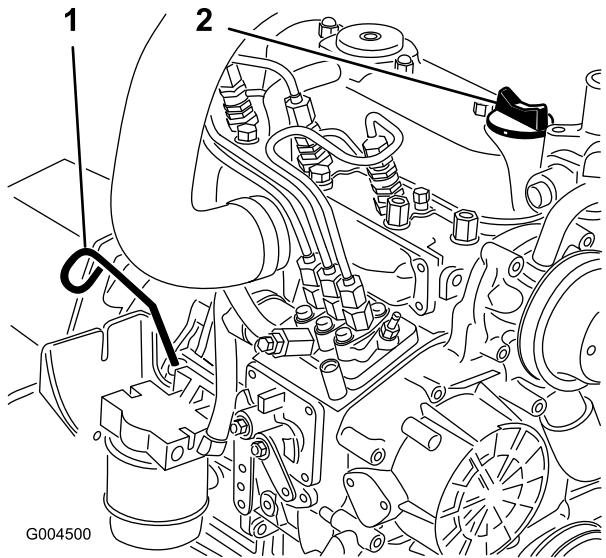

Figura 43
2. Retire a vareta (Figura 43), limpe-a e volte a colocá-la. Retire a vareta e verifique o nível de óleo.
3. Se o nível de óleo se encontrar abaixo da marca Full (Cheio) da vareta, retire a tampa de enchimento (Figura 43) e adicione óleo até que o nível atinja a marca Full.